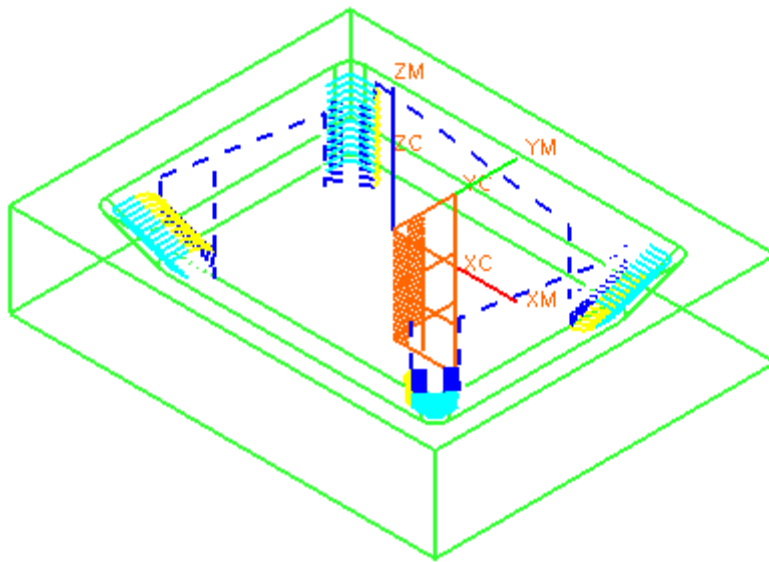

图 4-33
- 单击  生成刀轨，如图 4-33 所示，单击 OK 确认。
- 双击 CAVITY_MILL_COPY，打开操作对话框，设置如图 4-33 所示的参数。